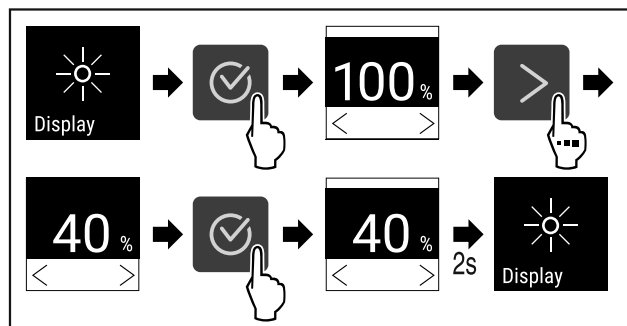

Fig. 77
- ▶ Wykonać czynności (patrz Fig. 77) .